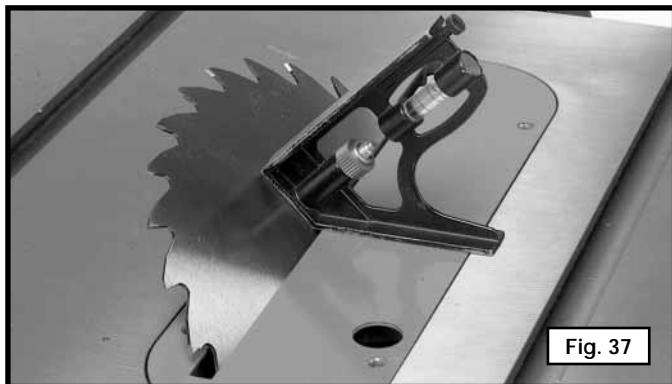
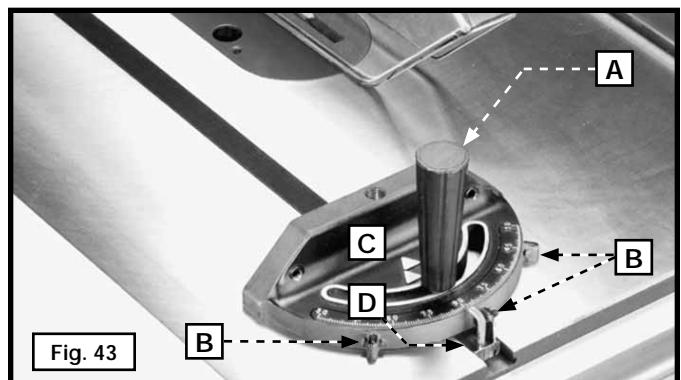

Fig. 37
Fig. 43
4. Gire el volante de inclinación de la hoja hacia la izquierda lo más posible. Use una escuadra para comprobar si la hoja está a 45° del banco (Fig. 37). Para ajustarlo, gire el volante de inclinación de la hoja hacia la derecha hasta que pueda ver el tornillo (D) Fig. 43 y la tuerca de bloqueo (C). Afloje la tuerca de bloqueo (C) y ajuste o afloje el tornillo (D) hasta que la cabeza del tornillo (D) entre en tacto con la pieza de fundición en el soporte giratorio frontal cuando la hoja esté a 45° del banco. Ajuste la tuerca de bloqueo (C).
El cuerpo del calibrador de inglete (C) puede detenerse a 90° y 45° tanto a la derecha como a la izquierda si volteo el enlace del tope para sacarlo y mueve el cuerpo del calibrador (C) más allá de las marcas de 90° y 45°; y volteo el enlace del tope (D) nuevamente a su lugar de manera que éste pueda entrar en contacto con los tornillos (B). Para girar el cuerpo del calibrador de inglete más allá de estos puntos, volteo el enlace del tope (D) Fig. 43, para sacarlo.
7. Instale las tres correas nuevas, una por vez en las ranuras de la polea del eje (F) Fig. 43, y la polea del motor.